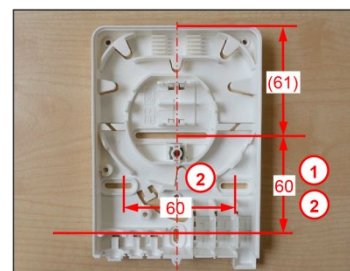

Bild 2
- Vorgesehene Befestigungsbohrungen siehe **Bild 2**.